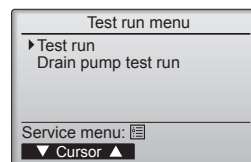

Fig. 7-5
- ④ Sélectionnez "Test run" (Test fonctions) à l'aide du bouton  ou , puis appuyez sur le bouton . (Fig. 7-5)